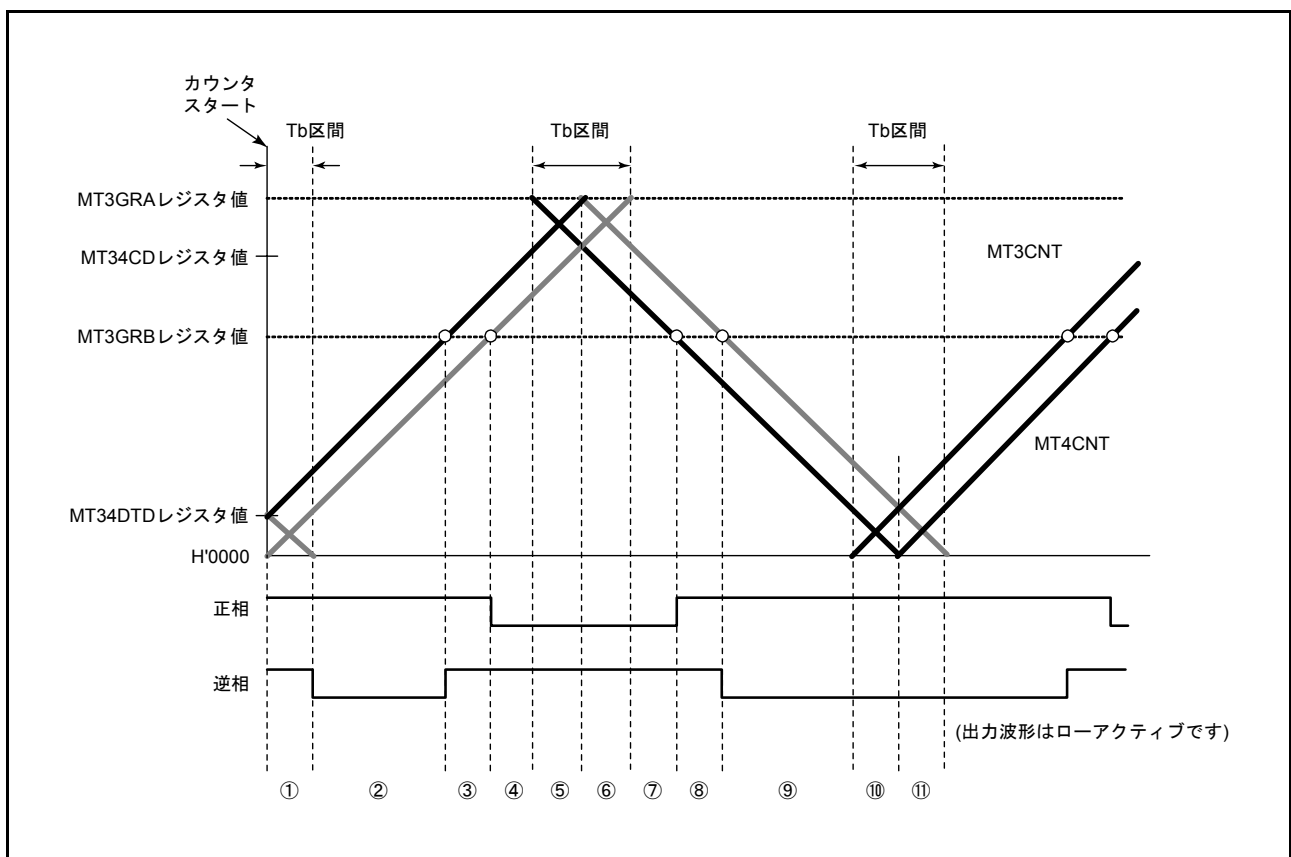
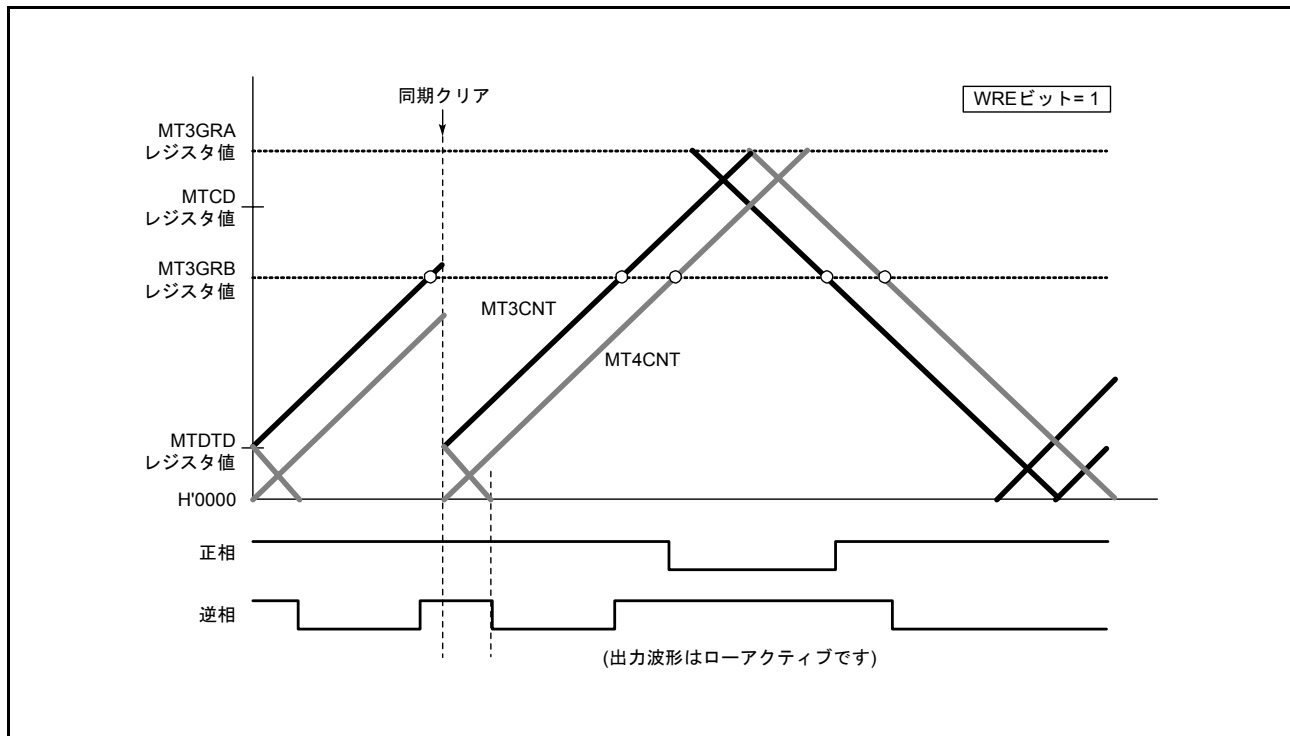
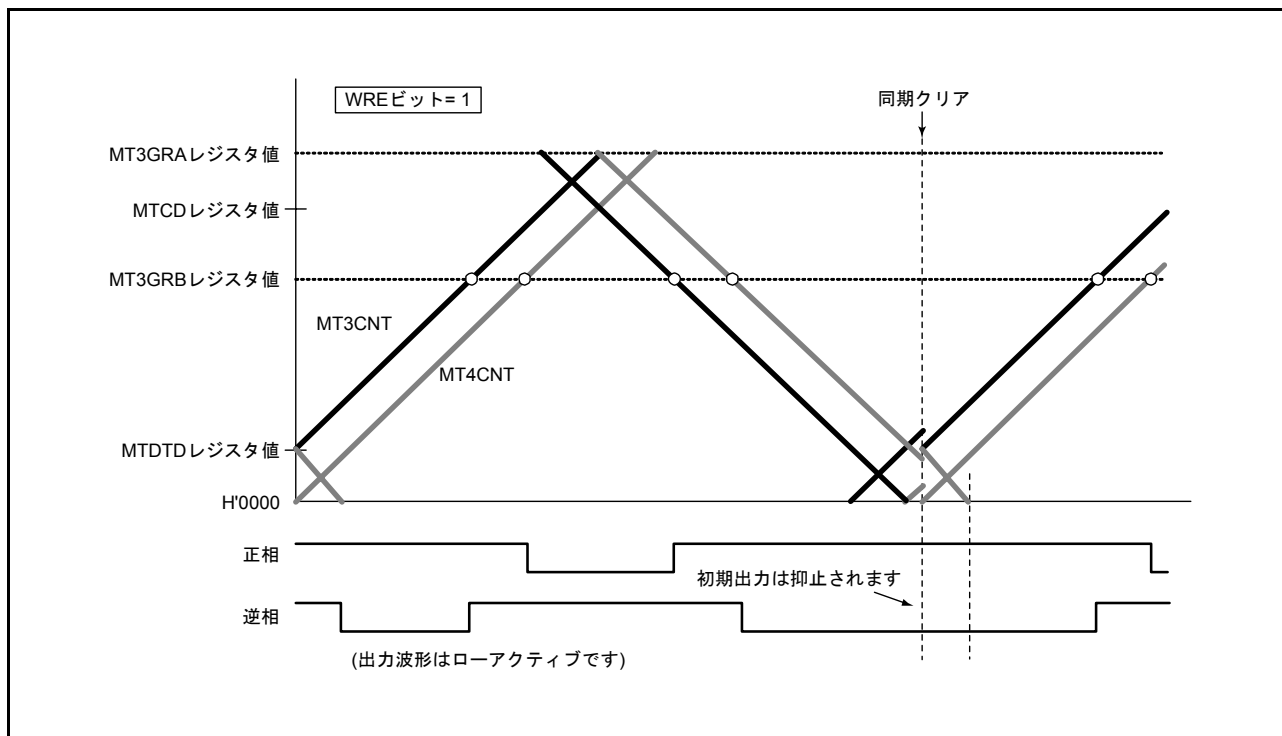
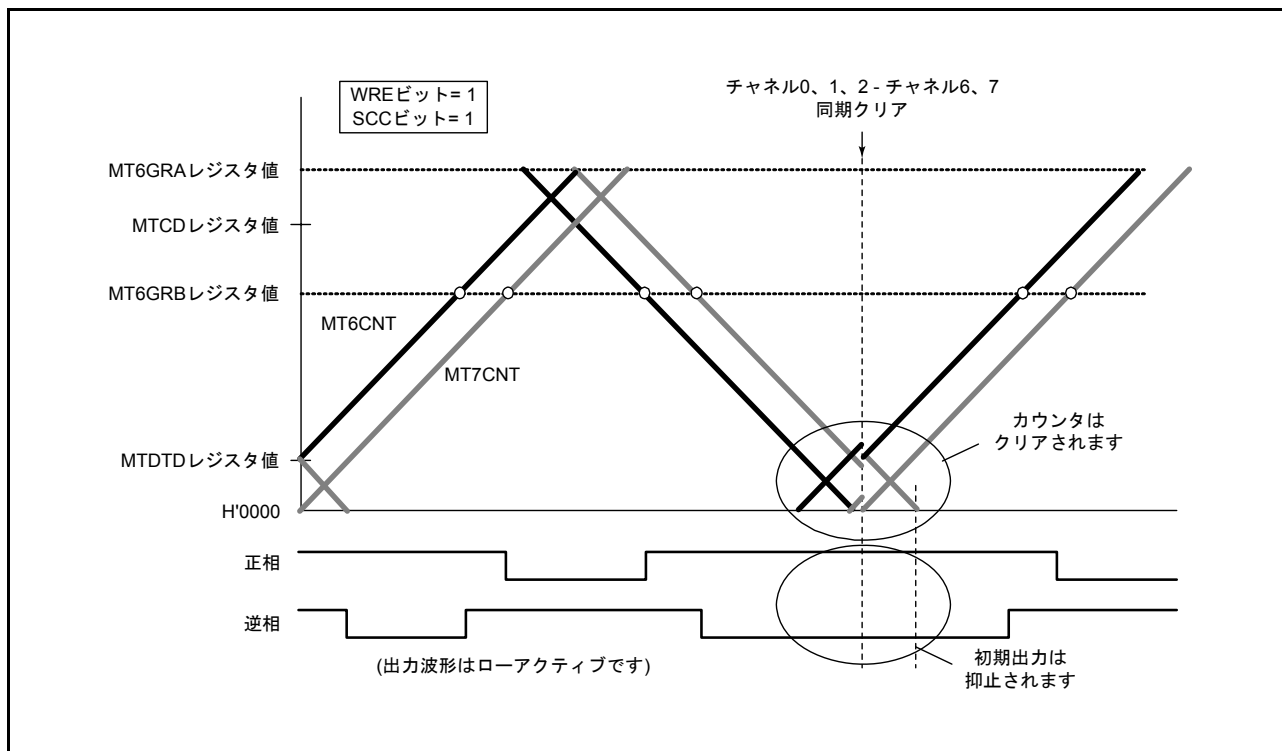

図 16.57 同期カウンタクリアタイミング (チャンネル 3、4)
図 16.59 アップカウント中のデッドタイム時に同期クリアが発生した場合
図 16.62 谷の Tb 区間で同期クリアが発生した場合
図 16.68 谷の Tb 区間で同期クリアが発生した場合
WRE ビットを“1”に設定することで初期出力を抑止することができるのは、同期クリアが図 16.57 の⑩、⑪のような谷の Tb 区間に入って来たときのみです。それ以外のタイミングで同期クリアが起こった場合は、MTOCR0 レジスタの OLS ビットで設定した初期値が出力されます。また、谷の Tb 区間であっても、図 16.57 の①で示すカウンタスタート直後の初期出力期間で同期クリアが起こった場合には、初期出力の抑止は行いません。
図 16.59～図 16.62 に、MT34WCR レジスタの WRE ビットを“1”に設定した状態でチャンネル 3、4 を相補 PWM 動作させ、同期カウンタクリアをした場合の動作例を示します。ここで、図 16.59～図 16.62 の同期カウンタクリアのタイミングは、それぞれ図 16.57 の③、⑥、⑧、⑪で示したタイミングです。
(図 16.57 のタイミング③、MT34WCR、MT67WCR レジスタの WRE ビット = 1)
(図 16.57 のタイミング⑥、MT34WCR、MT67WCR レジスタの WRE ビット = 1)
(図 16.57 のタイミング⑧、MT34WCR、MT67WCR レジスタの WRE ビット = 1)
(図 16.57 のタイミング①、MT34WCR、MT67WCR レジスタの WRE ビット = 1)
ここで、図 16.65～図 16.68の同期カウンタクリアのタイミングは、それぞれ図 16.57の③、⑥、⑧、⑪で示したタイミングです。また、この例ではチャンネル6、7のMT67WCRのWREビットは“1”に設定しています。
(図 16.57のタイミング③、チャンネル6、7のMT67WCRレジスタのWREビット=1、SCCビット=1)
(図 16.57のタイミング⑥、チャンネル6,7のMT6WCRレジスタのWREビット=1, SCCビット=1)
(図 16.57のタイミング⑧、チャンネル6,7のMT6WCRレジスタのWREビット=1, SCCビット=1)
(図 16.57 のタイミング①、チャンネル6、7のMT6WCRレジスタのWREビット=1、SCCビット=1)